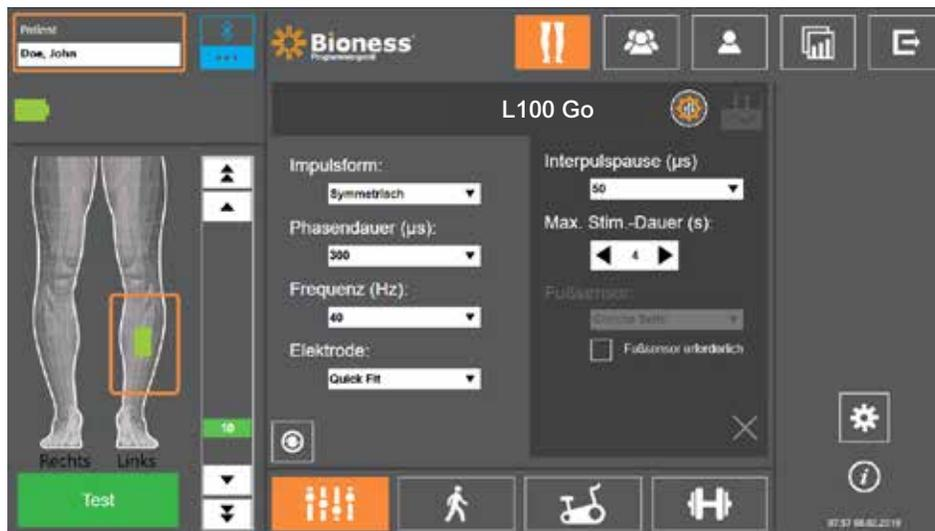

Abbildung 9-4: Stimulationsprogrammierung, Parameter-Bildschirm mit Fenster für erweiterte Einstellungen
- Drücken Sie im Parameter-Bildschirm auf das Symbol für die erweiterten Stimulationseinstellungen, um das Fenster für die erweiterten Stimulationseinstellungen zu öffnen. Siehe Abbildung 9-3 und Abbildung 9-4.